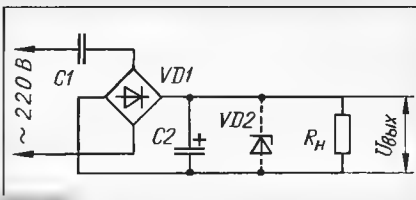

Рис. 2
В радиолюбительской практике часто используют источник, в котором гасящий конденсатор включен в сеть последовательно с диодным мостом, а нагрузка, зашунтированная другим конденсатором, питается от выходной диагонали моста (рис. 2). В этом случае цепь становится резко нелинейной и форма тока, протекающего через мост и гасящий конденсатор, будет отличаться от синусоидальной. Из-за этого представленный выше расчет оказывается неверным.
При малых значениях выходного напряжения эта формула и ранее полученная (1) дают одинаковый результат. Если в (2) выходной ток приравнять к нулю, получим  $U_{вых} = U_c \sqrt{2}$ , т. е. при токе нагрузки, равном нулю (при случайном отключении нагрузки, скажем, из-за ненадежного контакта), выходное напряжение источника становится равным амплитудному напряжению сети. Это означает, что все элементы источника должны выдерживать такое напряжение. При уменьшении тока нагрузки, например, на 10%, выходное напряжение увеличится так, чтобы выражение в скобках также уменьшилось на 10%, т. е. примерно на 30 В (при  $U_{вых} = 10$  В). Вывод — включение стабилизатора параллельно нагрузке Rн (как показано штриховыми линиями на рис. 2) практически обязательно.
Порядок расчета источников по схеме на рис. 2 следующий. Вначале задаются выходным напряжением  $U_{вых}$ , максимальным  $I_{н max}$  и минимальным  $I_{н min}$  значениями тока нагрузки, максимальным  $U_{c max}$  и минимальным  $U_{c min}$  значениями напряжения сети. Выше уже было указано, что при меняющемся токе нагрузки обязательно стабилизатор, включенный параллельно нагрузке Rн. Как его выбрать? При минимальном напряжении сети и максимальном токе нагрузки через стабилизатор должен протекать ток не менее допустимого минимального тока стабилизации  $I_{CT min}$ . Можно задаться значением в пределах 3...5 мА. Теперь определяют емкость гасящего конденсатора С1 для двухполупериодного выпрямителя:
Рассчитаем в качестве практического примера источник питания по схеме рис. 2 (со стабилизатором, разумеется), обеспечивающий выходное напряжение 9 В при токе нагрузки, изменяющемся от  $I_{H\max} = 15$  мА до  $I_{H\min} = 5$  мА; напряжение се-